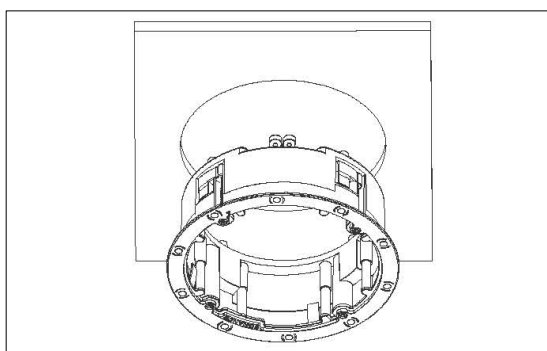

図 9: スピーカーフレームを挿入する
8. 配線済みの VX スピーカーフレームを取り付け穴に設置します。すべての Roto-Lock トグルフィートが取り付け穴内部に引き込まれていることを確認し、スピーカーフレームを挿入してください (図 9 参照)。